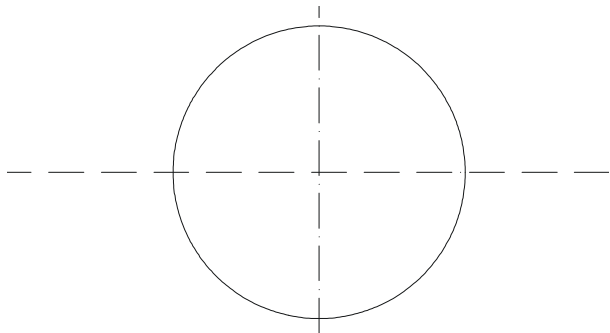

图 2-5-2
STEP 03 使用 CIRCLE 命令绘制圆,如图 2-5-2 所示。其具体操作如下: